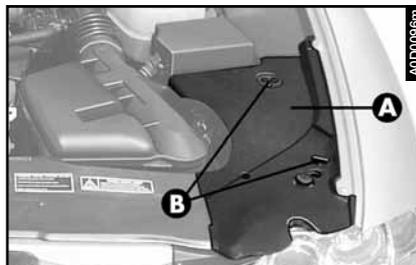
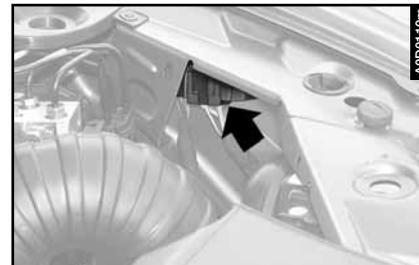

fig. 90
fig. 91
- Sur un étrier derrière le projecteur gauche (**fig. 91**).
Pour accéder aux relais situés sur l'étrier derrière le projecteur gauche (**fig. 91**), enlever la couverture (**A-fig. 90**) après avoir tourné les pivots de fixation (**B**).
Les circuits actionnés par les relais sont les suivants (**fig. 91**):